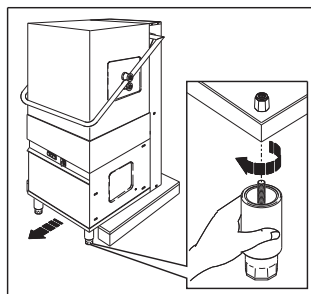

Рис. 4
3. Передвиньте машину на поддоне так, чтобы освободились два из четырёх отверстий для установки ножек (рис. 4). Возьмите одну из входящих в комплект поставки ножек и закрутите её в одно из освободившихся отверстий (рис. 4). Аналогичным образом закрутите вторую ножку (рис. 4).